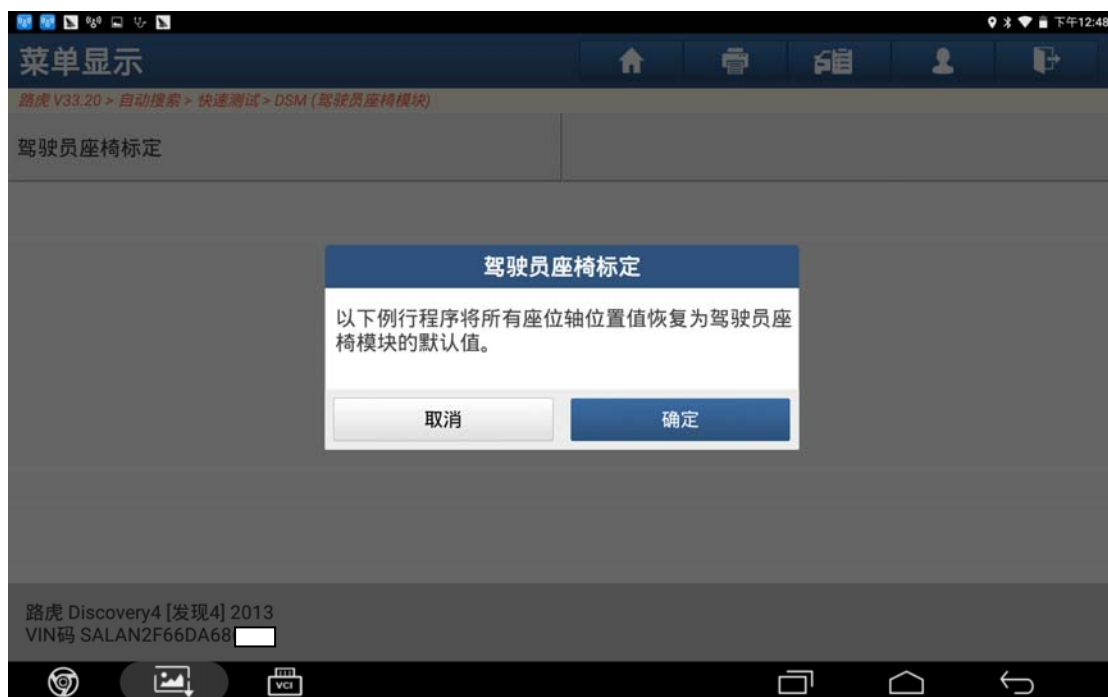

图 7
7). 提示“以下列程序将所有座位轴位置值恢复为驾驶员座椅模块的默认值”，点击“确定”如图 7；